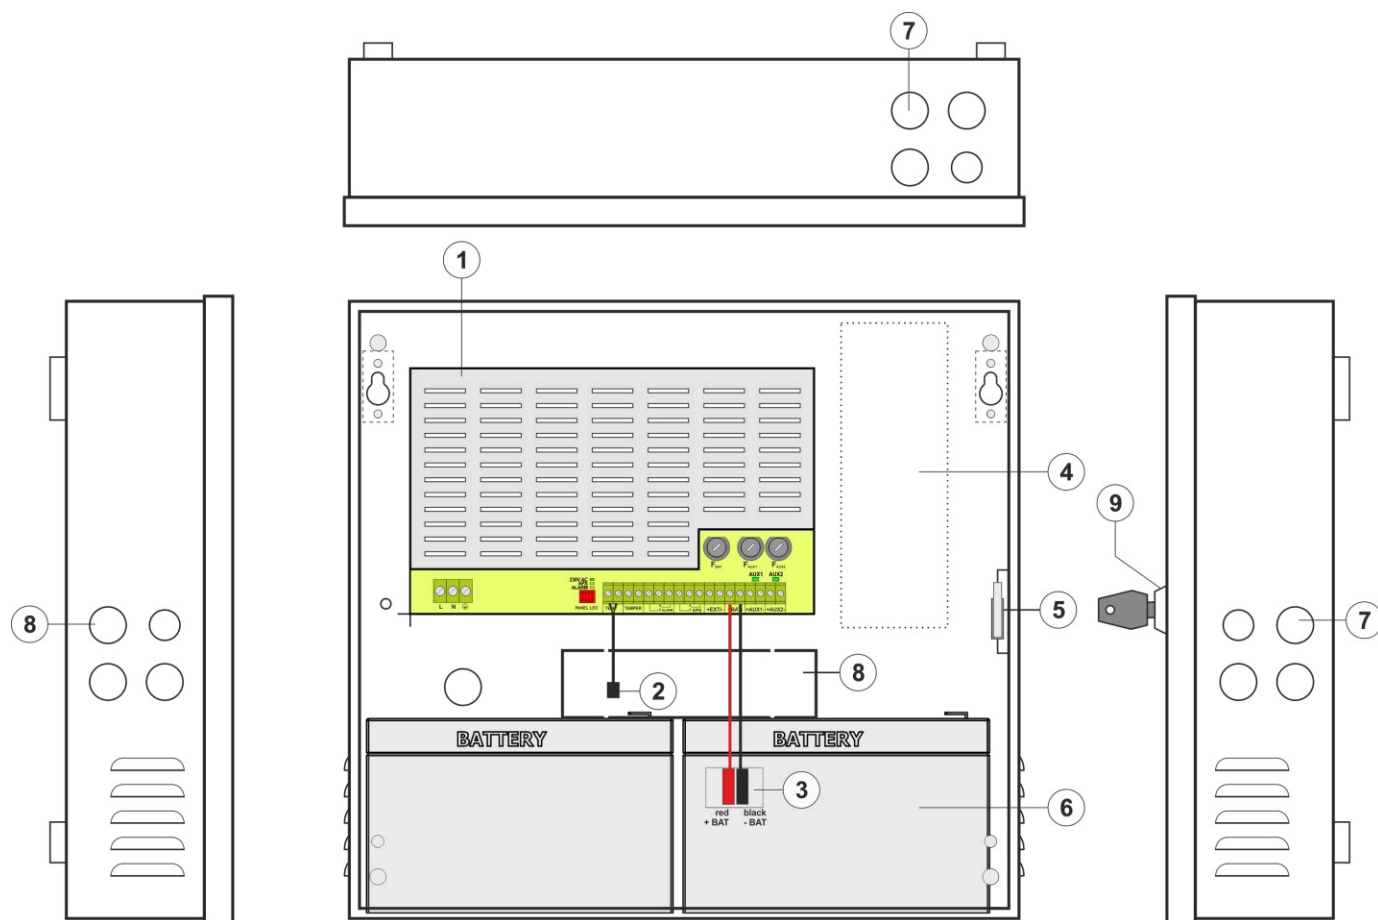

Fig. 3. Vue de l'alimentation basée sur la norme EN54C-2A7.
Tableau 2. Éléments du bloc d'alimentation (Fig. 3).
5. Installez les batteries dans une zone désignée de l'enceinte (voir Fig. 3). Connectez les batteries à l'unité d'alimentation en veillant à respecter la polarité. Les batteries doivent être connectées en série à l'aide du câble spécial (inclus). Fixez la sonde de température à l'une des piles à l'aide du ruban adhésif de montage (inclus). Placez la sonde de température entre les piles.